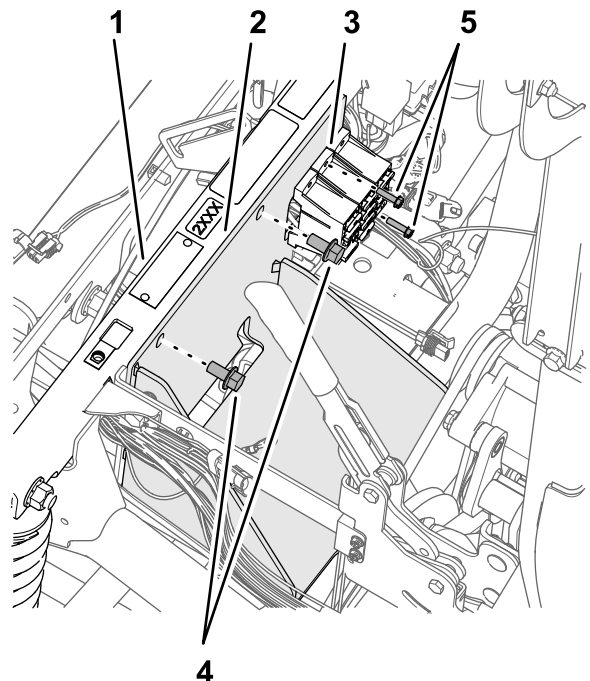

図 174
2. バッテリーブラケットをショックサポートチューブに組み付ける 図 174 ステップ 4 バッテリー300Aとバッテリーブラケットを取り外す (ページ 72) で外したフランジヘッドボルト3/8 x 3/4 インチ2本を使用する。